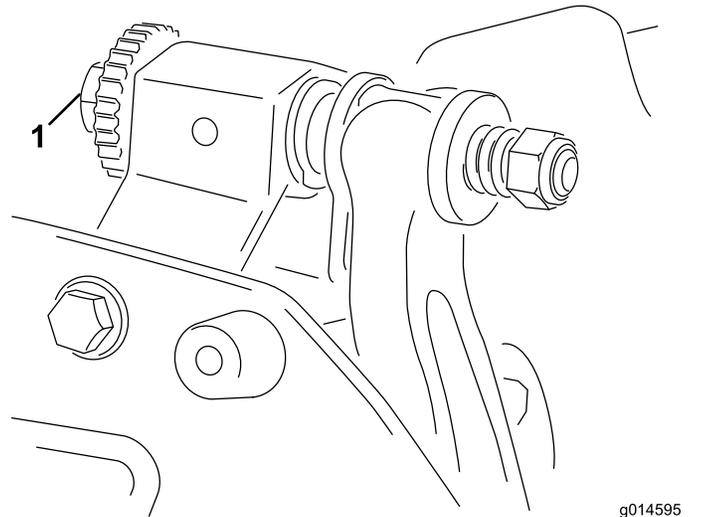

图9
- A. 顺时针旋转底刀架调节螺丝 **图9** 一次调整一格直到感觉并听到轻微的接触。
6. 向右转动底刀架调节螺丝图9通过左右滑动薄垫片直至感到薄垫片上存在轻微的压力。取出薄垫片。